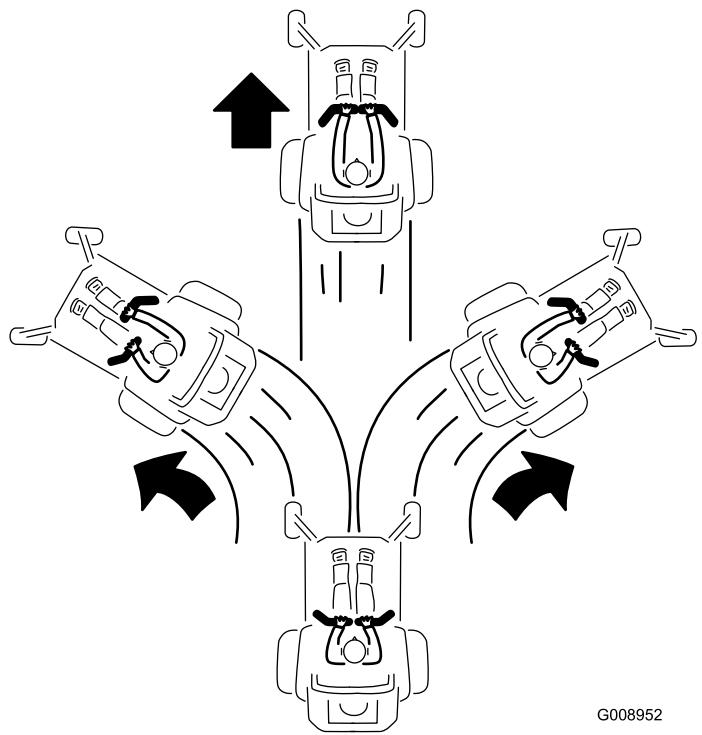

Bild 24
3. Drücken Sie die Fahrantriebshebel langsam nach vorne, um vorwärtszufahren (Bild 24).